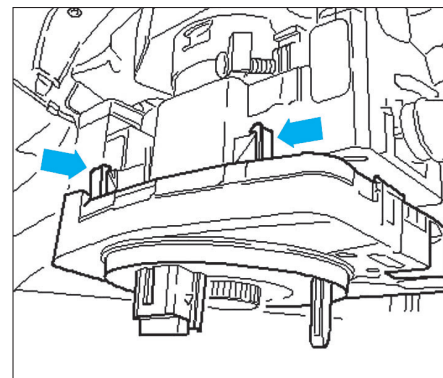

Fig. 4
- Soulever les crochets (flèches) avec précaution et extraire le transmetteur d'angle de braquage (Fig.4).